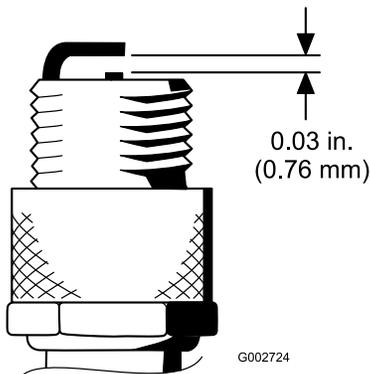

図 49
- エアギャップを 0.76 mm に調整する(図 49)。